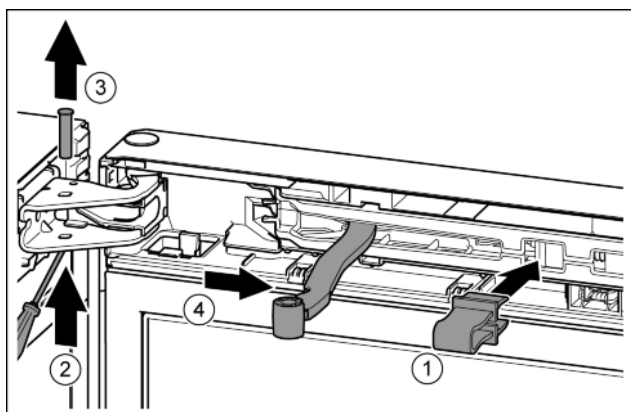

Fig. 9
- Зафиксировать предохранитель в отверстии. *Fig. 9 (1)*
- Выкрутить палец при помощи отвертки. *Fig. 9 (2)*
- Извлечь палец движением вверх. *Fig. 9 (3)*
- Повернуть шарнир в направлении двери. *Fig. 9 (4)*